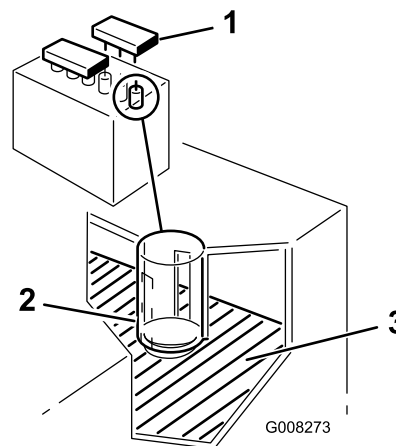

Figura 31
2. Togliete i tappi di riempimento. Se l'elettrolito non raggiunge la parte inferiore del tubo (Figura 31), aggiungete la quantità necessaria di acqua distillata; vedere Aggiunta di acqua alla batteria.
2. Togliete i tappi di riempimento (Figura 31).
3. Versate lentamente dell'acqua distillata in ogni elemento della batteria, finché non raggiunge la parte inferiore del tubo (Figura 31).